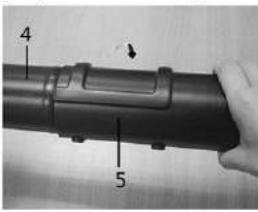

Fig.7
1. Dévissez le bec souffleur (5) par rotation comme indiqué en figure 7.